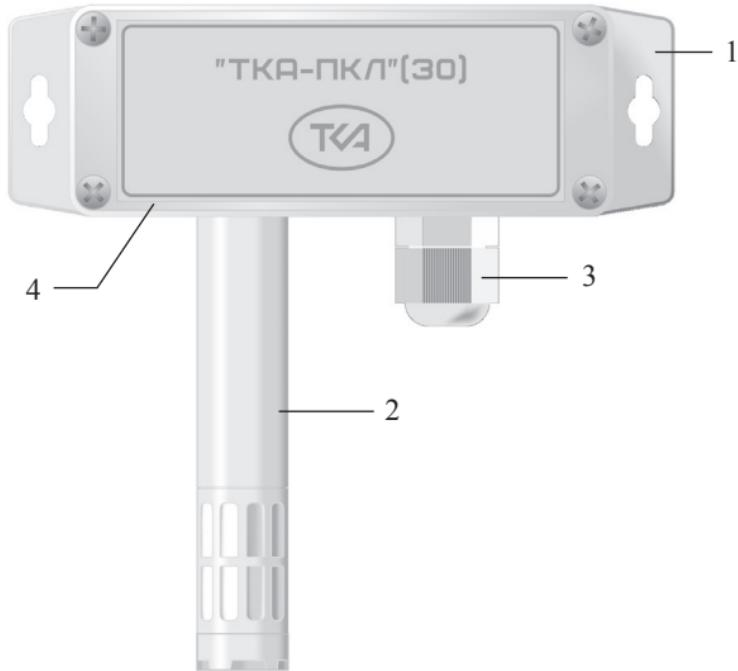
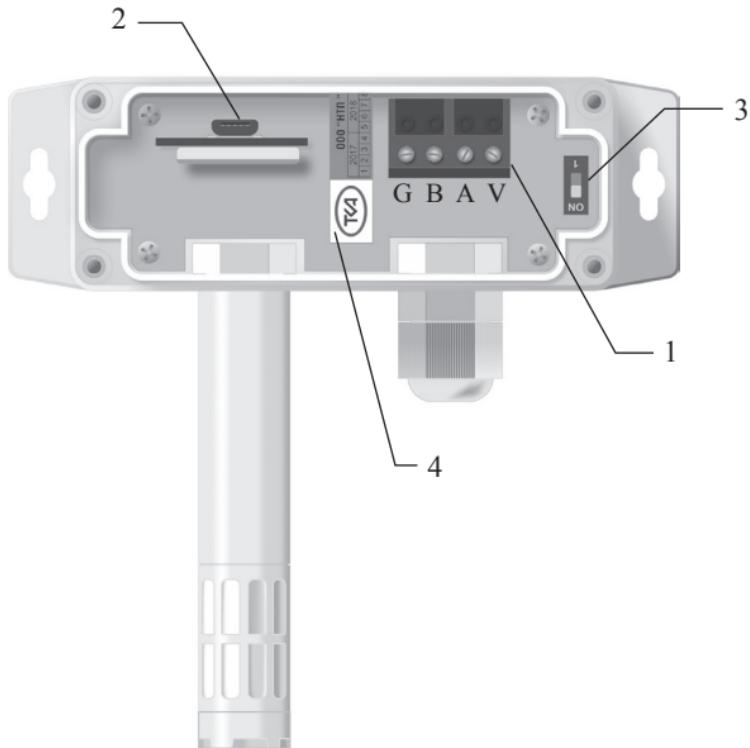

Рис.1 – Внешний вид прибора
Рис.2 – Вид прибора со снятой крышкой
5.1 Конструктивно прибор выполнен в виде единого блока со съемной верхней крышкой, а наличие фланцев у корпуса прибора расширяет возможности при его монтаже. На нижнем торце корпуса прибора установлены зонд с датчиками измеряемых параметров (2, Рис.1) и кабельный ввод (3, Рис.1) для подключения к измерителю кабеля питания и передачи данных по интерфейсу RS-485, благодаря чему измеритель-регистратор может быть использован как ведомое устройство в промышленных сетях Modbus. Для обеспечения работоспособности измерителя-регистратора необходимо подключить линии А, В интерфейса RS-485, подать напряжение питания и присвоить сетевой адрес данному устройству. Так как прибор реализован в пыле- и влагозащищенным корпусе, доступ к клеммнику (1, Рис.2), разъему micro-USB (2, Рис.2) и переключателю терминирования линии (3, Рис.2) возможен при снятой верхней крышке. Разъем micro-USB предназначен для настройки прибора, а клеммник - для подключения 4-жильного кабеля связи и питания, заведенного через кабельный ввод. При этом каждый контакт съемного клеммника имеет обозначение на плате: G - земля питания, В - линия данных В, А - линия данных А, V - плюс питания.
5.2 Пломба предприятия-изготовителя устанавливается внутри прибора (4, Рис.2).